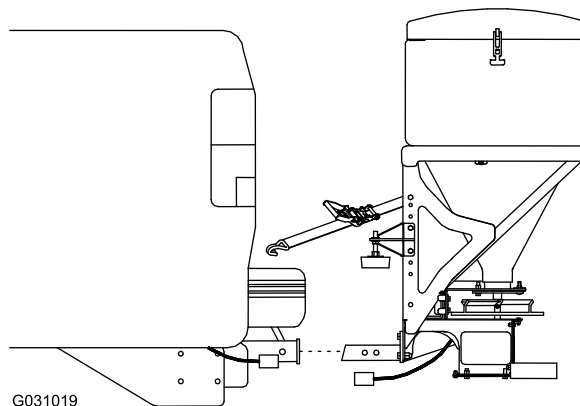

Bild 19
5. Ziehen Sie den Streuer aus der Fahrzeugkupplung (Bild 19).